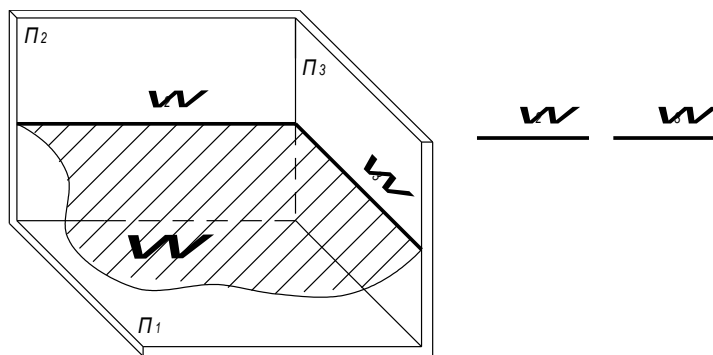

Рис. 6
1. *Горизонтальная плоскость* или *плоскость горизонтального уровня* – это плоскость w , параллельная горизонтальной плоскости проекций Π_1 (рис. 6). На плоскость Π_1 любые фигуры плоскости w проецируются в натуральную величину, а на Π_2 и Π_3 плоскость проецируется в прямые w_2 и w_3 , которые называются вырожденными проекциями плоскости. Для задания плоскости w на эюре достаточно одной ее вырожденной проекции, например w_2 .